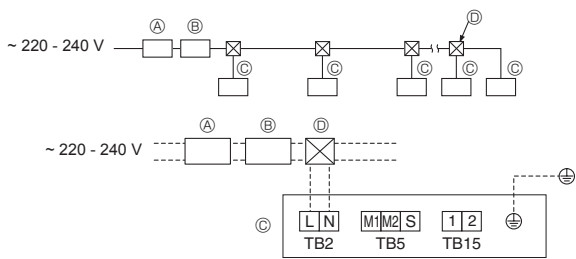

Fig. 5-11
5.3. Câblage de l'alimentation (Fig. 5-11)